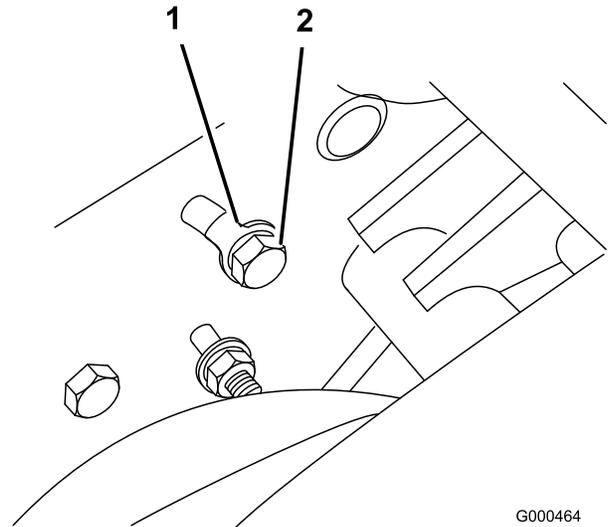

図 47
- A. サイド・プレートの裏側でアイドラ・ブラケットをサイド・プレートに止めているボルト（図 47）をゆるめる。